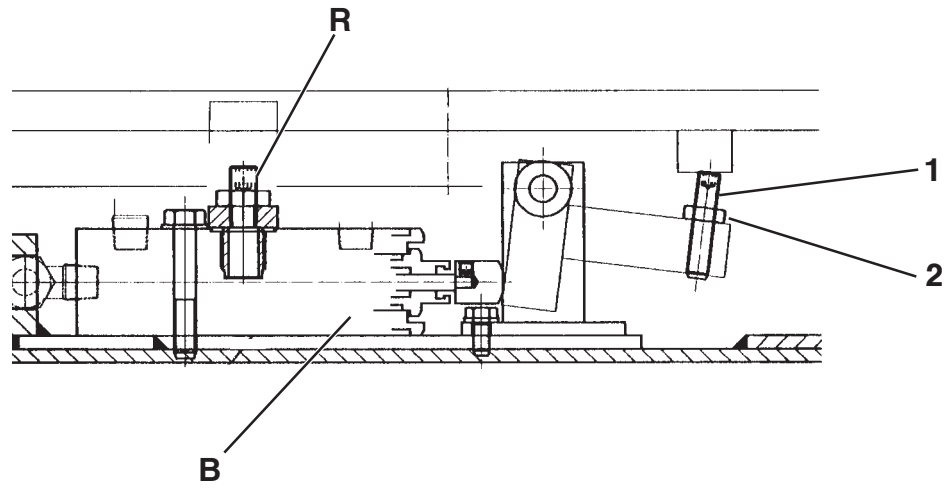
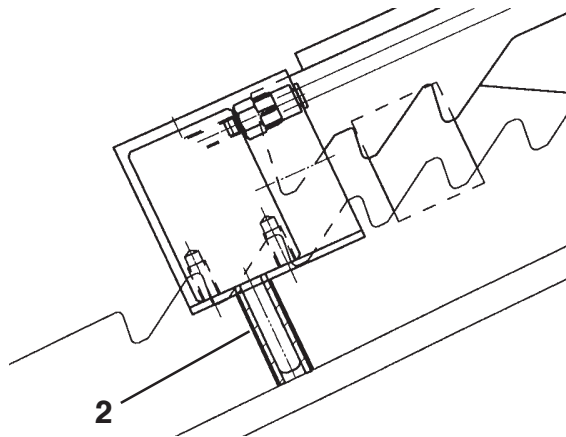
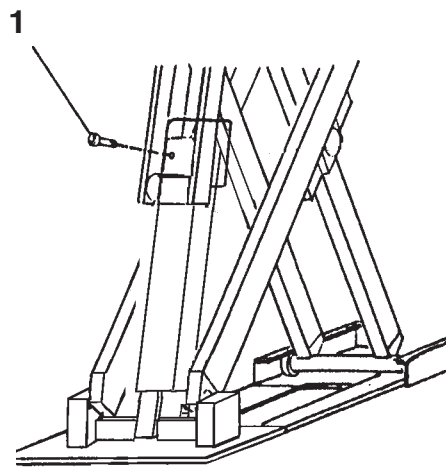

Fig. 15
Fig. 16
Fig. 17
Durante il collegamento dei tubi potrebbe entrare un po' di aria e quindi, per ristabilire il corretto funzionamento, operare come segue: con il rubinetto **R** chiuso, vedi Fig.15, premere il pulsante di salita fino a battuta meccanica pedana **P1** (non importa la pedana **P2**).
Svitare la vite **1** (Fig.17) del cilindro **P1** per spurgare l'aria (può verificarsi la discesa di **P2**) poi riavvitare.
Togliere l'alimentazione pneumatica in modo che l'arresto meccanico del cilindro **P1** rimanga agganciato sull'ultimo dente (cilindro tutto esteso) e inserire sotto l'arresto del cilindro **P2** il distanziale **2** (Fig.16) (tubino Rilsan Ø 8x6 lungo 30 mm) in modo che il cilindro possa scorrere.
Aprire il rubinetto **R** (Fig.15) e premendo il pulsante di discesa
with stopcock **R** closed (see Fig. 15), press the up button until platform **P1** reaches the mechanical stop (the position of **P2** is not important).
Loosen screw **4** (see Fig. 17) of cylinder **P1** to bleed the air (**P2** may drop), then tighten again.
Switch off the compressed-air supply so that the mechanical stop of cylinder **P1** remains fastened on the last tooth (cylinder fully extended) and fit spacer **2** (Fig.16) underneath cylinder **P2** so the cylinder can slide. (Ø 8x6 rilsan tube of 30 mm length). floor. Open stopcock **R** (fig. 15) and press the down button to
Während des Anschlusses der Leitungen könnte etwas Luft eintreten. Zur Abhilfe bzw. Wiederherstellung des einwandfreien Betriebs, wie folgt vorgehen: bei geschlossenem Hahn **R** die Hebesteuertaste drücken, bis es zum mechanischen Anschlag der Fahrschiene **P1** kommt (die Fahrschiene **P2** ist unwichtig). Zur Entlüftung die Schraube **1** (Abb. 17) des Zylinders **P1** lösen (**P2** könnte sich senken) und wieder anziehen. Die pneumatische Versorgung unterbrechen, damit die mechanische Arretierung des Zylinders **P1** am letzten Zahn eingehakt bleibt (Zylinder ganz ausgefahren) und zur Zylindergleitung das Distanzstück **2**, (Abb. 116) (Schlauch aus Rilsan D. 8x6, 30 mm lang) unter die Arretierung des Zylinders **P2** einsetzen. Den Hahn **R** (Abb. 15) öffnen und über die Senksteuertaste **P2** bodeneben
Lors du raccordement des tuyaux, de l'air pourrait s'introduire dans le système, il faut donc opérer comme suit pour rétablir le bon fonctionnement: le robinet **R** (voir Fig. 15) doit être fermé; actionner la montée autant qu'il faut pour mettre le chemin de roulement **P1** en sa position de butée mécanique (la position du chemin de roulement **P2** n'est pas importante).
Desserrer la vis **1** (Fig. 17) du vérin **P1** pour purger l'air (il peut arriver que **P2** descende), puis resserrer.
Supprimer l'alimentation pneumatique de manière à ce que l'arrêt mécanique du vérin **P1** reste enclenché sur la dernière dent (vérin entièrement ouvert) et introduire sous l'arrêt du vérin **P2** l'entretoise **2** (Fig. 16) (tuyau rilsan Ø 8x6 30 mm de long) pour permettre au vérin de coulisser. Ouvrir le robinet **R** (Fig.
Durante la conexión de los tubos podría entrar un poco de aire y por este motivo, para restablecer el correcto funcionamiento es necesario proceder de la siguiente manera: con el grifo **R** cerrado, ver Fig. 15, presionar el pulsador de elevación hasta el tope mecánico de la plataforma **P1** (no interesa la plataforma **P2**). Destornillar el tornillo **1** (Fig. 17) del cilindro **P1** para purgar el aire (puede comprobarse el descenso de **P2**) y luego volver atornillar. Quitar la alimentación neumática de manera que el retén mecánico del cilindro **P1** se quede enganchado en el último diente (cilindro todo abierto) y colocar debajo del retén del cilindro **P2** el distanciador **2** (Fig. 16) (tubo de rilsan de Ø 8x6 longitud 30 mm) de manera que el cilindro pueda deslizar. Abrir el grifo **R** (Fig. 15) y presionando el pulsador de descenso bajar
fare scendere **P2** fino a terra, poi farla risalire 3-4 volte fino a 50-70 cm da terra. Assicurarsi che in centralina ci sia olio sufficiente. Portare **P2** a 150 cm di altezza e chiudere il rubinetto **R**, fare scendere il ponte di circa 50 cm dopo aver tolto il distanziale **2** (Fig.16) e ripristinato il collegamento pneumatico, poi riaprire il rubinetto **R**. Mettere la **P2** 0,5-1 cm più bassa di **P1**. Richiudere il rubinetto **R** bloccando con gli appositi controdadi e fare scendere a terra entrambe le pedane. **Staccare lo spinotto A** (Fig.10). Il ponte funziona regolarmente quando partendo da terra ad un'altezza di 10 cm **P2** risulta più alta di **P1** di 1-2 cm.
15) et appuyer sur le bouton de descente pour porter **P2** au sol, le soulever ensuite 3 ou 4 fois de 50 à 70 cm du sol. S'assurer qu'il y ait suffisamment d'huile dans le boîtier de commande. Porter **P2** à une hauteur de 150 cm et fermer le robinet **R**. Faire descendre le pont de 50 cm environ après avoir retiré l'entretoise **2** (Fig. 16) et réactiver l'installation pneumatique, puis réouvrir le robinet **R**. Positionner **P2** à une hauteur inférieure de 0,5-1 cm par rapport à **P1**. Refermer le robinet **R** en bloquant les contre-écrous spécifiques et porter les deux chemins de roulement au sol. **Débrancher la fiche A (Fig. 10)**. Le pont fonctionne régulièrement lorsque, dès la position initiale au sol, après une course de 10 cm, **P2** dépasse **P1** de 1 ou 2 cm.
P2 hasta el suelo, y luego subirla 3-4 veces hasta que llegue a unos 50-70 cm. del suelo. Asegurarse que en la centralita haya bastante aceite. Colocar **P2** a 150 cm. de altura y cerrar el grifo **R**; bajar el puente unos 50 cm. después de haber quitado el distanciador (**2** Fig. 16) y una vez que se ha restablecido la conexión neumática, abrir nuevamente el grifo **R**. Colocar **P2** de 0,5 a 1 cm. más baja respecto a **P1**. Cerrar nuevamente el grifo **R** bloqueando con las correspondientes contratueras y bajar al suelo las dos plataformas. **Desconectar la clavija A (Fig.10)**. El puente funciona normalmente cuando partiendo desde el suelo, a una altura de 10 cm, **P2** es más alta de **P1** 1-2 centímetros.